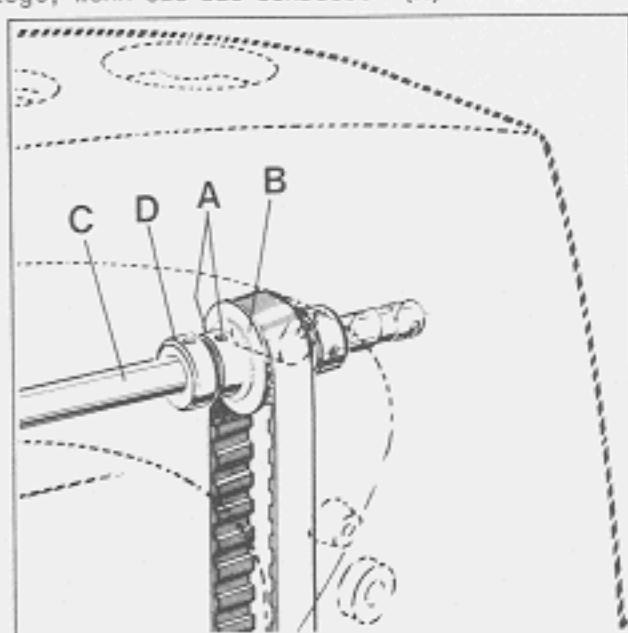

Fig.40
While rotating pulley in operating direction, the spreader should begin to move from its extreme left position to the right as the needle bar descends 0,8 to 1 mm (.032 to .040 in.) from top of stroke. Adjustment for timing the spreader travel can be made by loosening the two screws (A, Fig. 40) in the hub of sprocket (B), right inside the arm casting, advance or retard sprocket on shaft for spreader drive (C) as required. Thrust hub of sprocket against collar (D) when retightening screws (A).
Drehen Sie am Handrad in Nährichtung, der Leger soll beginnen sich aus seiner linken Endstellung nach rechts zu bewegen, wenn sich die Nadelstange von ihrer obersten Stellung etwa 0,8 bis 1 mm nach unten bewegt hat. Die Legerbewegung läßt sich nach Lösen der beiden Schrauben (A, Fig. 40) in der Nabe des Zahnriemenrades (B), rechts im Maschinenarm und entsprechendes vor- oder zurückdrehen des Zahnriemenrades auf der Welle für Legerantrieb (C) zeitlich abstimmen. Beachten Sie, daß die Nabe des Zahnriemenrades am Stellring (D) anliegt, wenn Sie die Schrauben (A) wieder anziehen.